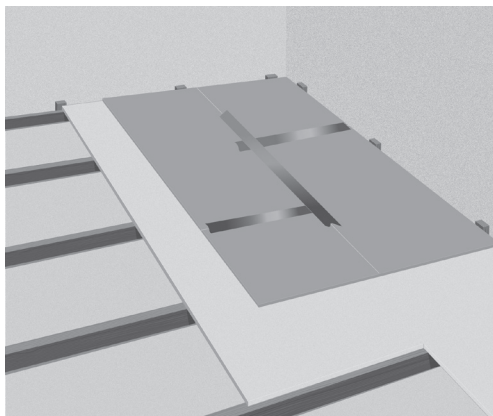

Fig. 4. Installation de la sous-couche
6. Installez les panneaux de sous-couche, par exemple les panneaux Heatcom Reflector (fig. 4). L'ensemble du sous-plancher doit être recouvert. Les panneaux de sous-couche doivent être posés en mosaïque et les joints entre les panneaux doivent être recouverts de ruban adhésif pour garantir leur positionnement.